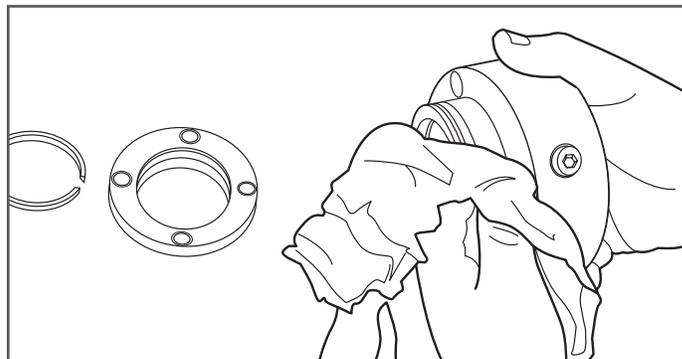

Figura 9-2
2. Antes de reconectar el acoplamiento DoubleTrac®, limpie bien todos sus componentes. (Figura 9-2)